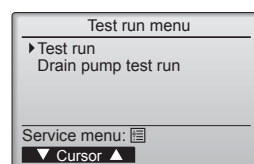

Fig. 6-4
- ④ Sélectionnez "Test run" (Test fonctions) à l'aide du bouton **F1** ou **F2**, puis appuyez sur le bouton . (Fig. 6-4)